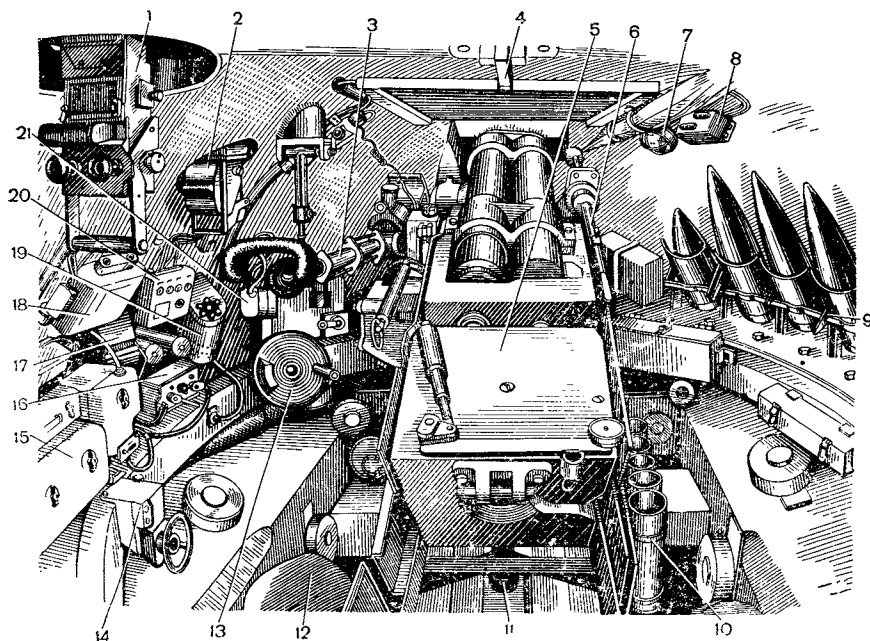

Рис. 7. Боевое отделение:
**Боевое отделение** (рис. 7) расположено в средней части корпуса танка за отделением управления и в башне. В башне размещено вооружение танка, прицельные приспособления, приборы наблюдения, механизмы и электроаппаратура поворота башни, стопор